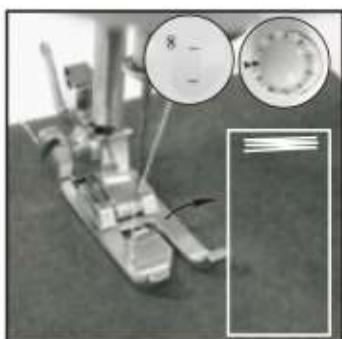

Abb. 15
- 2) Schalten Sie die Maschine mithilfe des Schalters ein und nähen Sie fünf bis sechs Stiche mit langsamer Geschwindigkeit, schalten Sie dann die Maschine aus (Abb. 15).